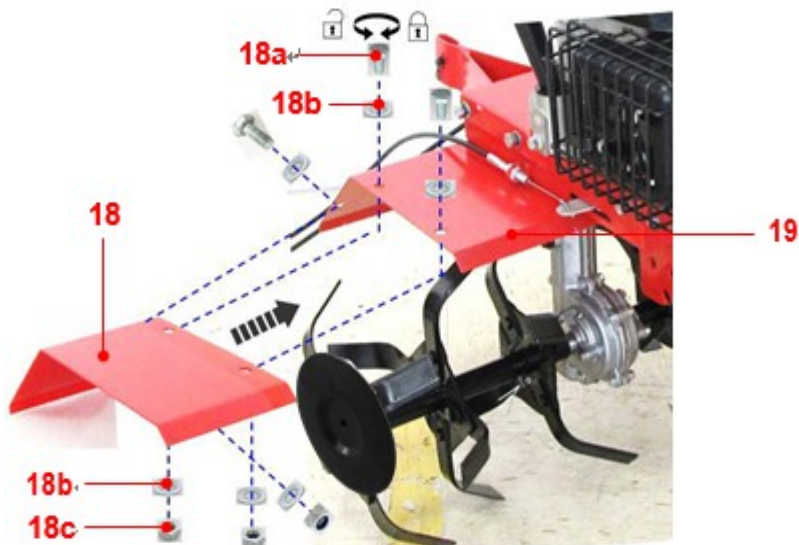

Fig.3
1. Alignez les orifices pour le montage et assemblez la protection extensible (18) sur la protection fixée (19).
2. Sécurisez la connexion avec les boulons (18a), rondelle (18a) et les écrous (18c) en utilisant l'outil multifonctionnel et la clé d'assemblage. (Fig.3).
1. Retirez le boulon préassemblé (15d), la rondelle (15e) et l'écrou du support de roue (15b) et gardez-les à portée de main. (Fig.3). Ne pas enlever le clip-R (15h) et le bras compensé (15i) de la barre (15g).